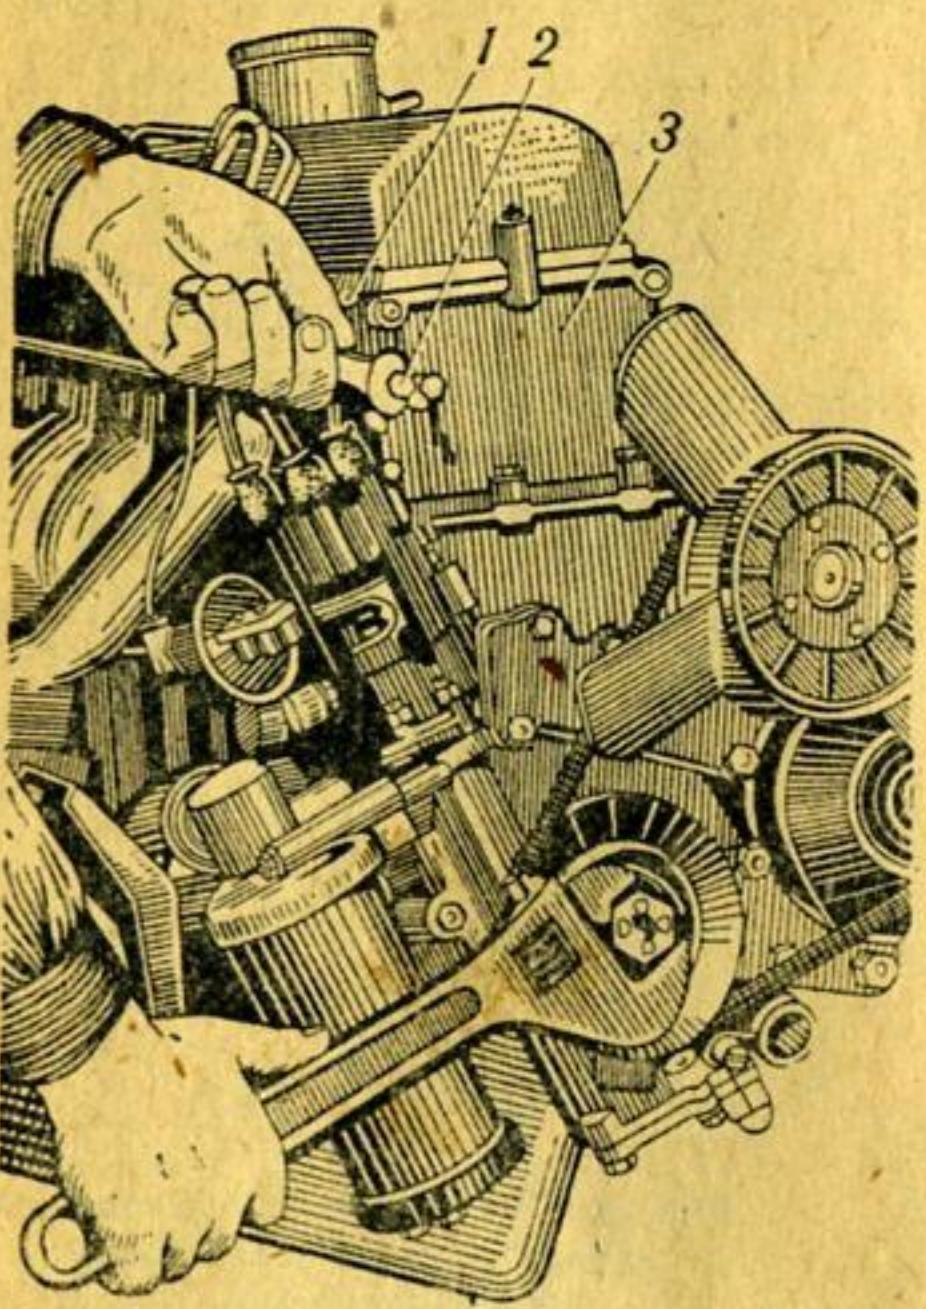

Рис. 30. Регулировка натяжения цепи привода газораспределения:
В конструкции цепного привода газораспределения предусмотрено специальное устройство для натяжения цепи. Оно состоит из натяжного ролика-звездочки, установленного на конце двуплечего рычага и прижимаемого к ведомой ветви цепи постоянным усилием. Величина начального усилия определяется натяжением пружины, оказывающей давление на днище плунжера, который, в свою очередь, нажимает на внешнее плечо рычага с натяжным роликом. В положении нажатия на рычаг плунжер блокируется в своей направляющей, образованной в крышке 3 (рис. 30) с помощью стопорного болта 2.
2. Отпустить на  $\frac{1}{2}$ — $\frac{2}{3}$  оборота стопорный болт 2 (рис. 30), фиксирующий положение плунжера в верхней крышке 3 картера привода газораспределения.
2. Только полностью убедившись в устойчивой работе двигателя на указанных выше оборотах холостого хода отпустить стопорный болт 2 (рис. 30), фиксирующий положение плунжера в верхней крышке 3 картера привода газораспределения, на  $\frac{1}{2}$ — $\frac{2}{3}$  оборота. При отпущенном стопорном болте не менять скорость вращения коленчатого вала и не глушить двигатель во избежание серьезных повреждений механизма привода газораспределения.
3. Плавно, без рывка повернуть коленчатый вал двигателя по направлению вращения часовой стрелки на 3—4 оборота, пользуясь только пусковой рукояткой или гаечным ключом (за храповик коленчатого вала, см. рис. 30).